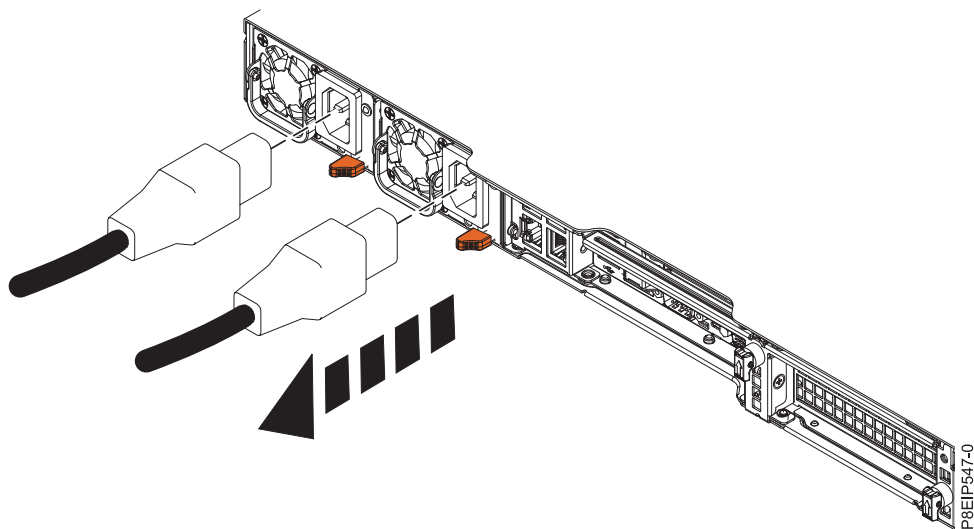

図 61. システムからの電源コードの取り外し
2. 電源コードにラベルを付けて、システム装置から切り離します (102 ページの図 61 を参照)。